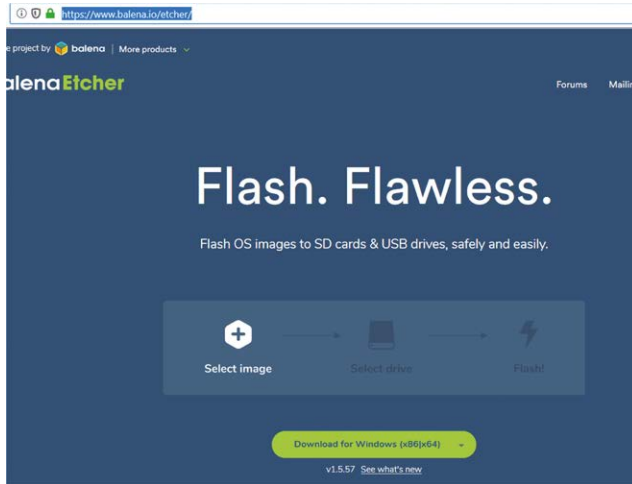

Figure 2.2 Télécharger l'etcheur
- Télécharger le programme Etcher sur votre PC pour faire clignoter l'image du disque. Le lien est (voir la figure 2.2) :